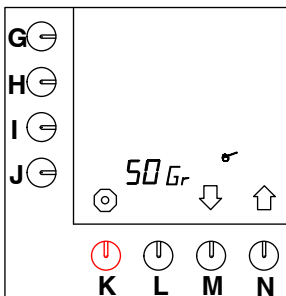

Fig. 37 Inställning kaffeberäknare
- Tryck på valtangenten (N.)↑ tills fig. 37 visas på displayen.